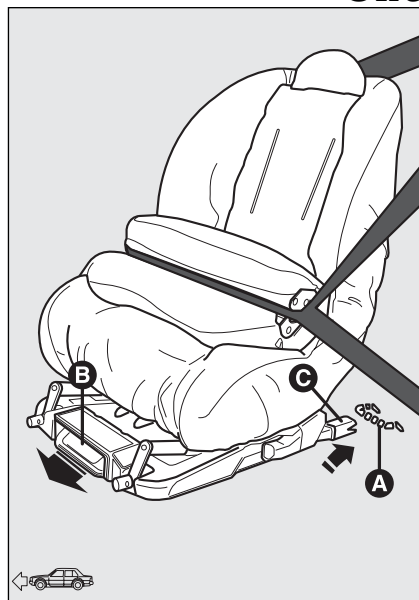

fig. 17
- ☐ asegúrese de que la palanca de desenganche **B-fig. 17** esté en la posición de reposo (hacia el interior);